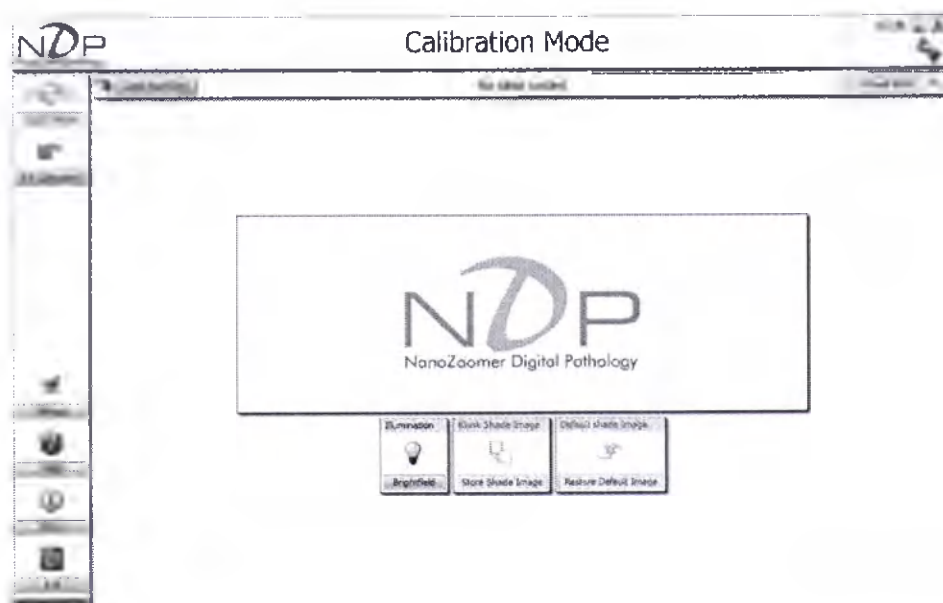

Рисунок 82
- (2) При щелчке по кнопке «Calibrations» (Калибровка) отобразится экран Calibration Mode (Режим калибровки) (Рисунок 82).